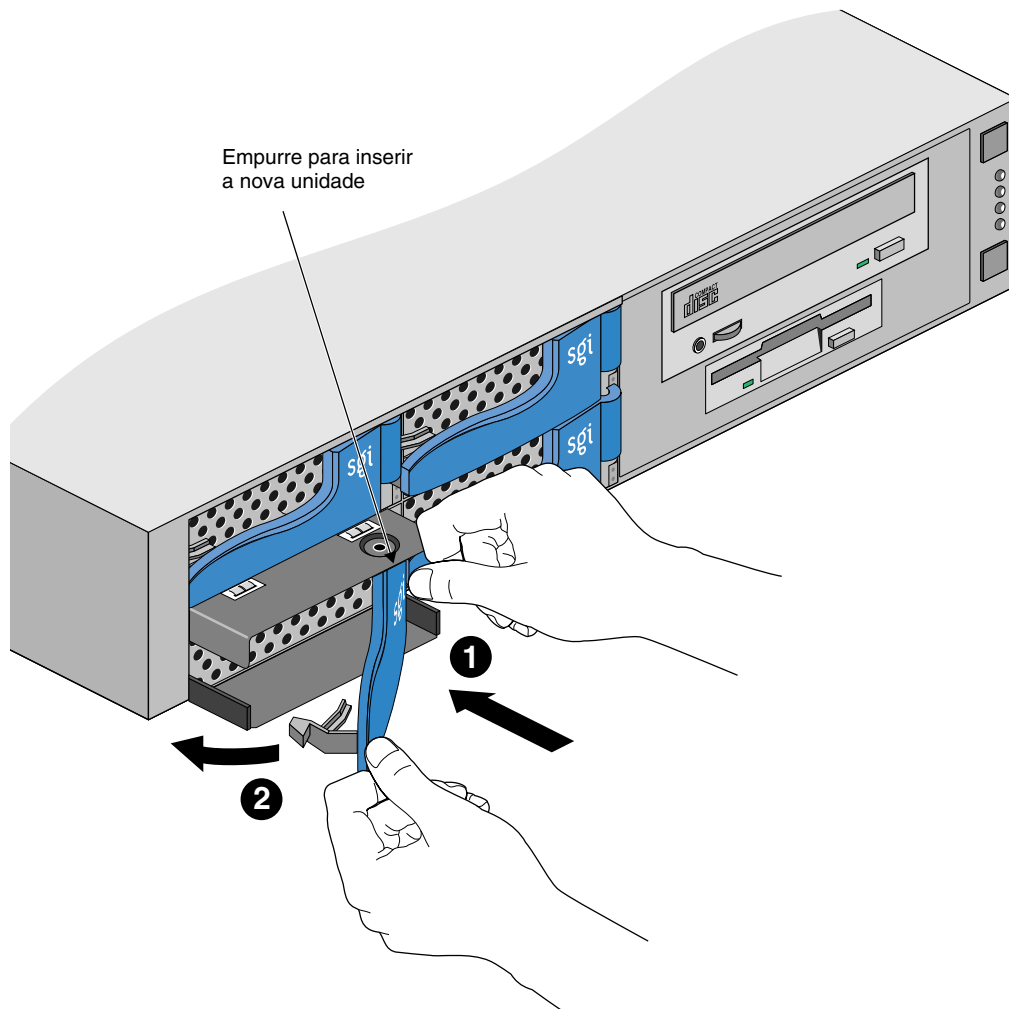

Figura 4-5 Substituição de uma unidade de disco rígido
- Deslize uma nova unidade para o compartimento usando a alça de liberação da unidade em um movimento de duas etapas, conforme mostra a Figura 4-5.